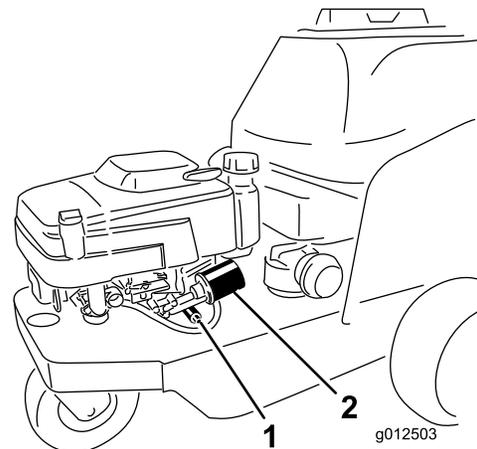

Figura 38
- Collocate una bacinella di spurgo sotto la valvola di spurgo dell'olio (Figura 38).